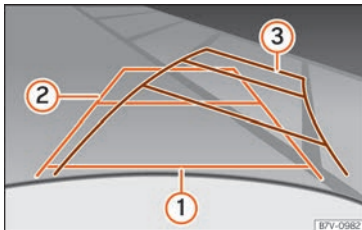

Abb. 255 Bildschirm: Orientierungslinien des Parkraums hinter dem Fahrzeug.
Bedeutung der auf den Bildschirm projizierten Orientierungslinien »» **Abb. 255**. Alle Längenangaben der Orientierungslinien beziehen sich auf ein Fahrzeug, das auf einer waagerechten Fläche steht.
- Langsam rückwärtsfahren und dabei so lenken, dass die gelben Orientierungslinien in die Parklücke führen »» **Abb. 255 ③**.